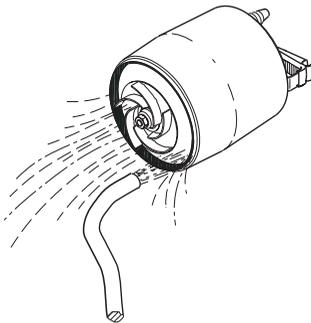

Abb. 13 Spülen der Pumpe
4. Die Pumpe von innen reinigen und spülen, um eventuelle Verschmutzungen zwischen Motor und Mantel zu beseitigen. Das Laufrad reinigen. Siehe Abb. 13.